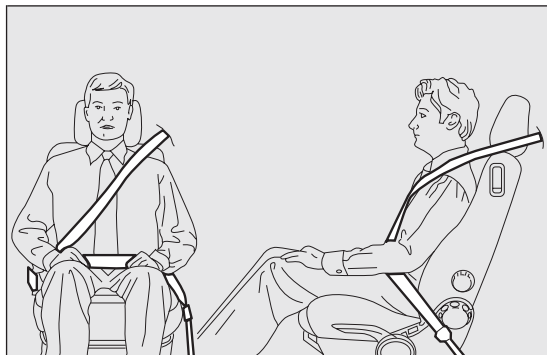

fig. 109
**AVVERTENZA** Il nastro della cintura non deve essere attorcigliato. La parte superiore deve passare sulla spalla e attraversare diagonalmente il torace. La parte inferiore deve risultare aderente al bacino (come indicato in fig. 109) e non all'addome del passeggero. Non utilizzare dispositivi (mollette, fermi, ecc.) che tengano le cinture non aderenti al corpo degli occupanti.